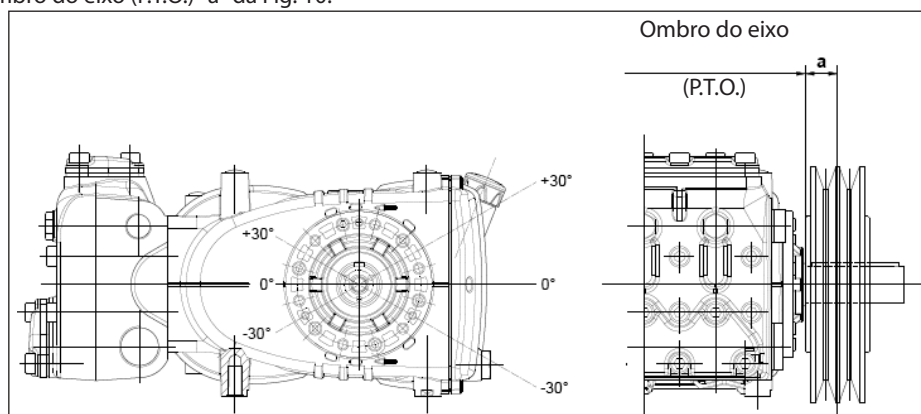

Fig. 10
A carga radial sobre o eixo não deve ser superior a 4500 N (valor necessário para a definição do layout). A transmissão é considerada adequada se tal carga é aplicada a uma distância máxima de $a = 50$ mm do ombro do eixo (P.T.O), conforme indicado na Fig. 10.
- b) Use correias de alto rendimento - por exemplo **XPB** ao invés de **SPB** - pois resultará necessário uma quantidade inferior de correias com a mesma potência transmitida e uma conseqüente distância inferior do resultante em relação ao ombro do eixo (P.T.O.) "a" da Fig. 10.
- e) Siga a direção do tiro da correia, conforme indicado na Fig. 10, para exigências diferentes, contate o **Departamento Técnico** ou o **Serviço de Assistência ao Cliente**.